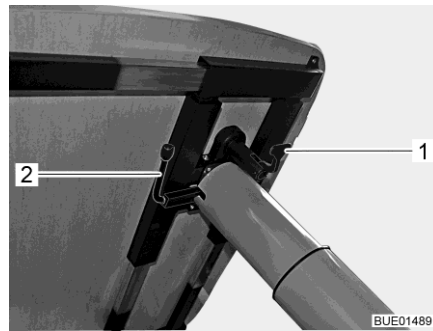

Fig. 128 Ajuste de la mesa elevadora
- Plegar hacia abajo la palanca de bloqueo (Fig. 128,1).
- Girar la palanca (Fig. 128,2) debajo del tablero de la mesa 180° en sentido de las agujas del reloj. El mecanismo de elevación en la pata de mesa se desbloquea.
- Girar la palanca (Fig. 128,2) debajo del tablero de la mesa 180° en sentido de las agujas del reloj. El tablero de la mesa se desplaza automáticamente hacia arriba hasta el tope final.